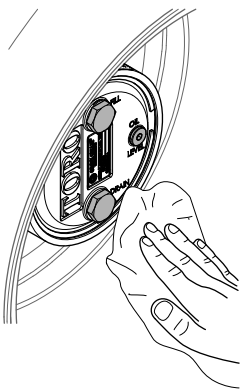

Figura 95
3. Limpie con un trapo los alojamientos del planetario y del freno (Figura 95).